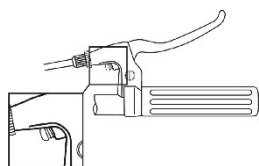

Fig. 5
- 1 . Ajustez le levier de frein en vissant ou en dévissant la vis de réglage, de sorte que vous puissiez actionner le frein en toute sécurité lorsque votre main tient le guidon par la poignée (voir Fig. 5).